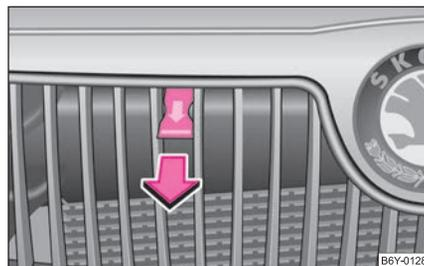

Abb. 139 Kühlergrill: Zuggriff
- Ziehen Sie an dem Zuggriff ⇒ Abb. 139, die Motorraumklappe wird vollständig entriegelt. ▶